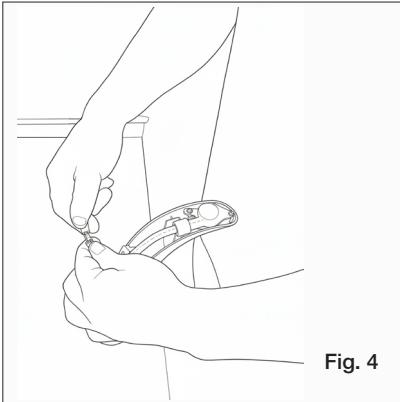

Fig. 4
- Evitar estar demasiado próximo da torneira no momento em que o cabo de alimentação é ligado (fig. 4).